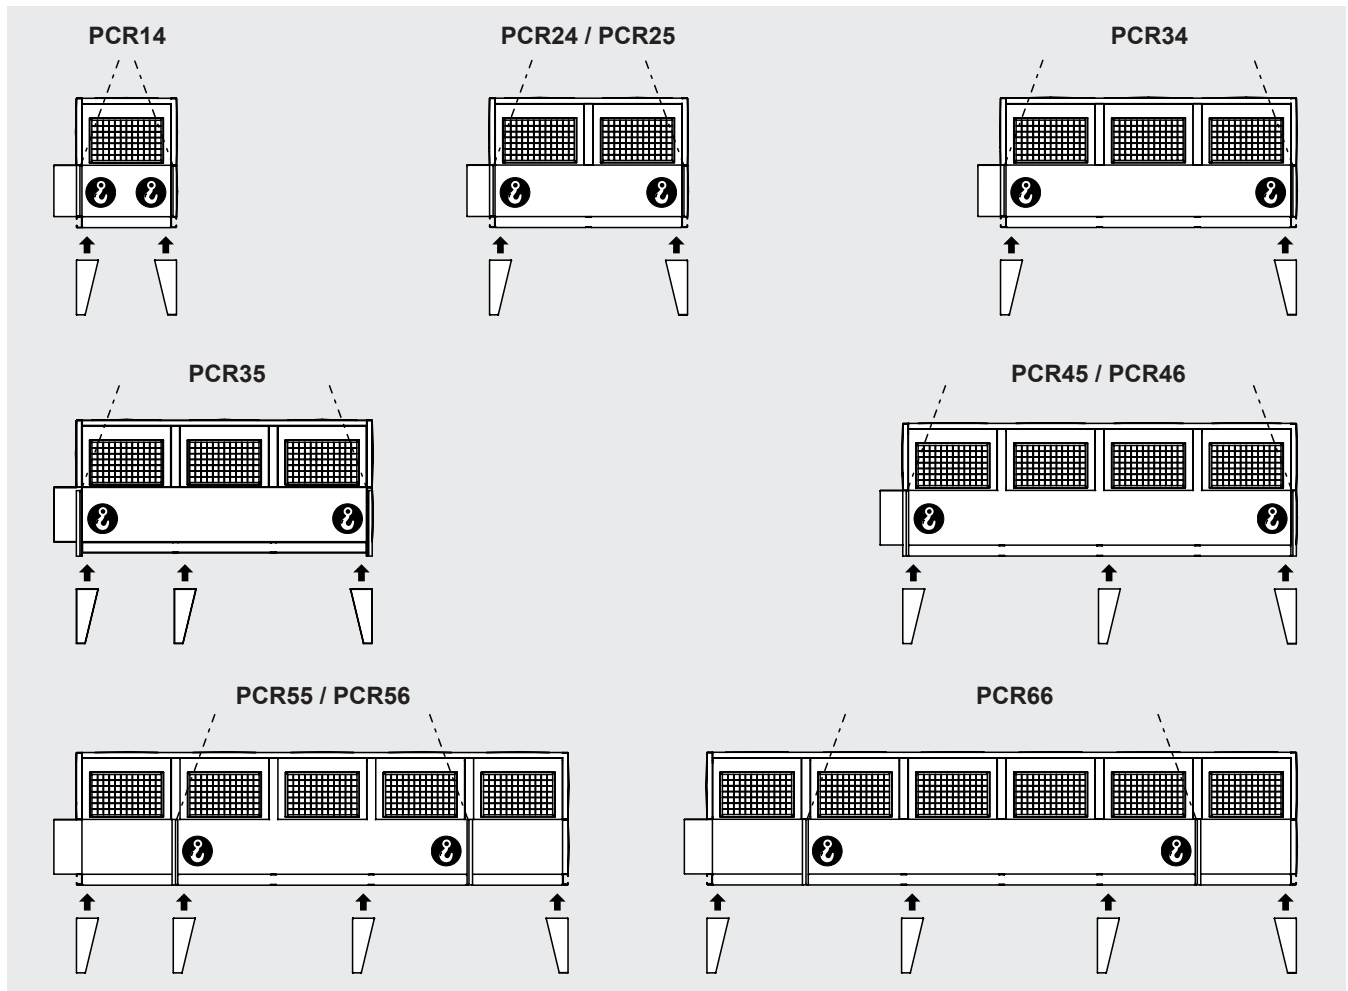

Figure 5
5.11.7 Le nombre de pieds varie en fonction du modèle. En cas de modèles spéciaux, consulter la documentation fournie avec le modèle. Voir Tableau 1 et Figure 5.